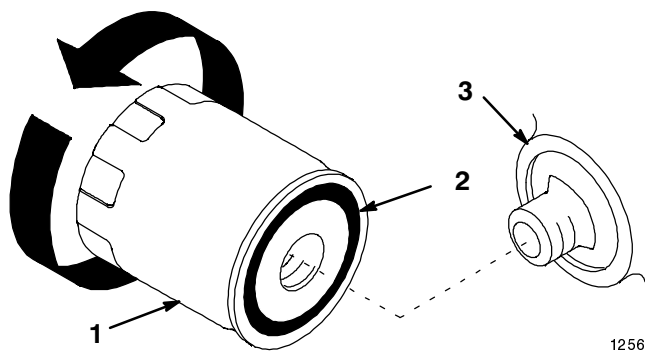

Figure 33
- Déposer le filtre usagé et essuyer l'adaptateur du filtre et la surface du joint (Fig. 33).
- Enduire d'une mince couche d'huile fraîche le joint de caoutchouc du filtre neuf (Fig. 33).
4. Monter le nouveau filtre à huile sur l'adaptateur. Visser le filtre dans le sens des aiguilles d'une montre jusqu'à ce que le joint de caoutchouc touche l'adaptateur, puis encore de 1/2 à 3/4 de tour (Fig. 33).